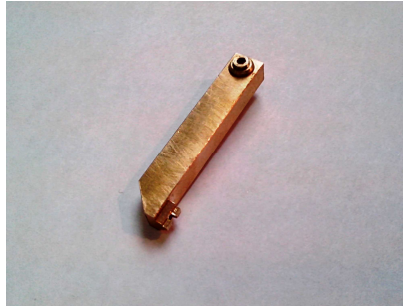

Рис.6. П-образный шлицевой ключ из ремонтного комплекта.
Если требуется значительное смещение лазерного луча в вертикальной плоскости, то следует воспользоваться П-образным шлицевым ключом из ремонтного комплекта (Рис.6). Для установки данного ключа в торце горизонтального вала имеется шлицевой паз с резьбовым отверстием М1,6. При отпущенном фиксирующем винте 5 горизонтальный вал вращается свободно. После установки вала в требуемое положение он может быть вновь зажат с учетом упомянутого выше вращения вала при затяжке фиксирующего винта.
- 1) Вставить П-образный ключ из ремкомплекта (Рис.6) в шлицевой паз горизонтальной оси дифракционной решетки.